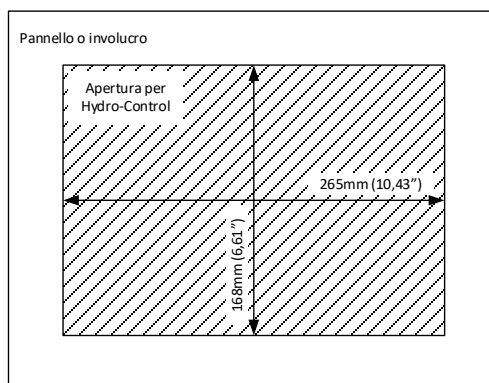

Figura 5: Apertura sul pannello per il dispositivo Hydro-Control
- Praticare un'apertura di dimensioni corrette nel pannello. Per la dima, vedere Figura 5.